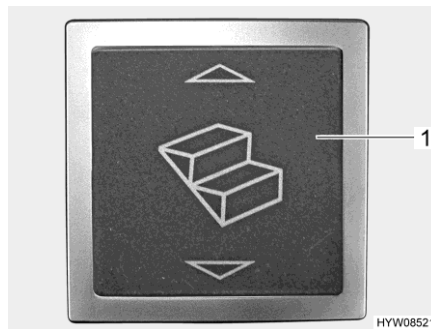

Bild 7 Vippkontakt för fotsteg (ingångsområdet)
- Tryck på vippkontakten (Bild 7,1) vid ingången.